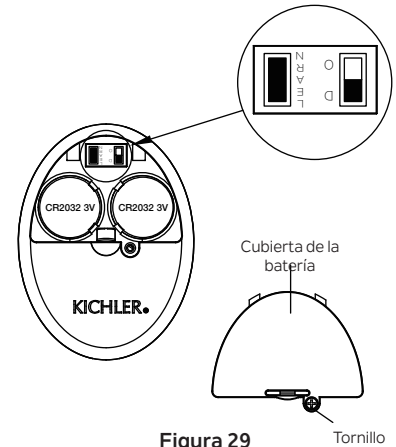

Figura 29 Tornillo
De lo contrario, el control remoto no funcionará. Para realizar este proceso manualmente, siga los pasos a continuación: Después de instalar y cablear la unidad, restaure la energía a su ventilador, presione y mantenga presionada la tecla LEARN (Aprender) durante 1-3 segundos, el ventilador se encenderá a velocidad media y la luz (si está instalada) se encenderá. Esto confirma que se ha completado el proceso de aprendizaje. Esta operación debe completarse dentro de los 30 segundos después de restaurar la energía al ventilador. (Figura 29)
**NOTA:** Asegúrese de que el interruptor deslizante en el compartimiento de la batería marcado “D O” esté en la posición “D”. (Figura 29)
**Paso 4.** Vuelva a colocar la cubierta de la batería y apriete con un destornillador. (Figura 29)